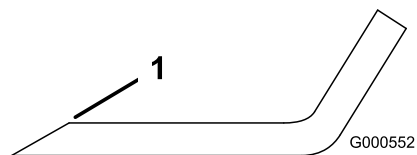

Figura 76
1. Utilize uma lima para afiar aresta de corte em ambas as extremidades da lâmina (Figura 76).
- Nota:** Se lâmina não estiver equilibrada, lime algum metal da extremidade da aba apenas (Figura 76).